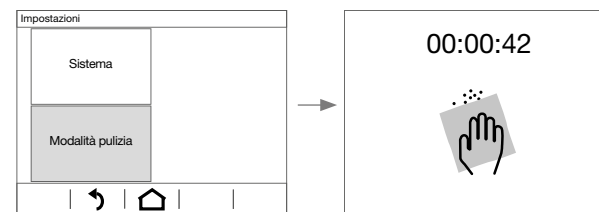

Figura 8: modalità di pulizia
- Attivare la superficie di comando ***** nella fascia superiore del display (8). La visualizzazione si sposta nel menu **Impostazioni**.
- Selezionare il menu secondario **Modalità pulizia** (figura 8).
Il simbolo di pulizia mostra il blocco del display sensibile al tatto. Per la durata configurata – a cadenza di **5 minuti** – i contatti non vengono rilevati. Sul display viene conteggiato il tempo di pulizia residuo sotto forma di conto alla rovescia (figura 8).